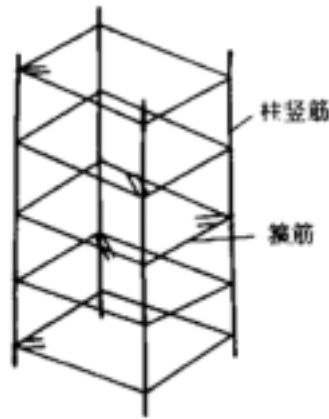

图 4-20
3.1.5.3 箍筋的弯钩叠合处应沿柱子竖筋交错布置，并绑扎牢固，见图 4-20。